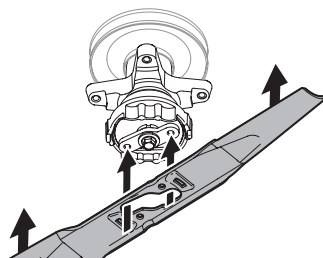

Fig. 52
- Posicione la cuchilla debajo del montaje de husillo, y alinee con cuidado el orificio grande del centro de la cuchilla sobre el retenedor de cuchillas del tractor (Fig. 52).